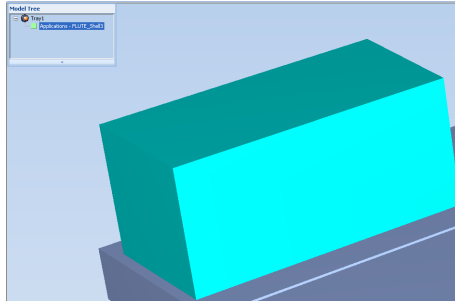

Figure 5-36 : Modèle affiché avec boîte englobante
- Avec une *Bounding Box (Boîte englobante)* (voir la figure 5-36 à la page 31)